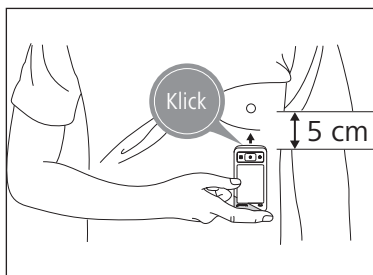

Abb. 2
- Platzieren Sie die untere Elektrode des Geräts auf der nackten Haut ca. 5 cm unterhalb Ihrer linken Brustwarze. Halten Sie das Gerät vorsichtig gegen die Haut gedrückt, bis Sie ein Klickgeräusch hören (Abb.2).